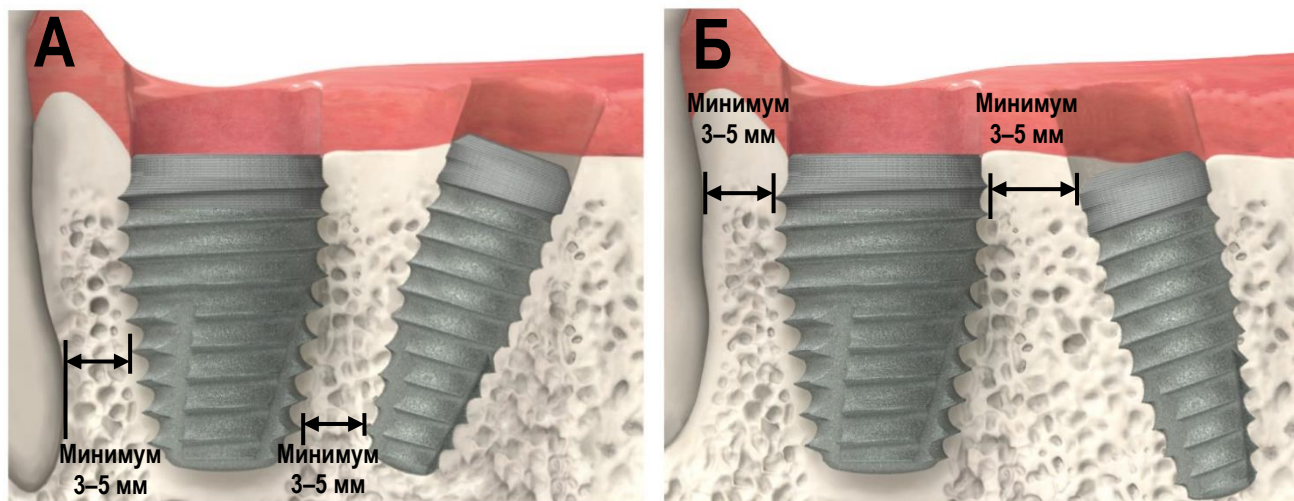

Рис. 1. Особые указания и меры предосторожности (3)
Зубные имплантаты могут сломаться при функциональной нагрузке по ряду причин, включая чрезмерную нагрузку из-за неправильной окклюзии, усталость металла и чрезмерное затягивание имплантата при установке. Определенная доля имплантатов может не достичь остеоинтеграции или не сохранить ее, что будет выражаться в подвижности таких имплантатов. Такие имплантаты необходимо удалить. К потенциальным причинам возникновения трещин на абатменте помимо прочего относятся: отливка под углом свыше 30 градусов; отливка титана при температуре выше 2010 °F (1099 °C); недостаточная поддержка имплантата при соединении с зубами, имеющими периодонтальные повреждения; неактивная посадка верхней части конструкции; чрезмерная нагрузка из-за неправильной окклюзии; неполная посадка скрепленных цементом абатментов и чрезмерный вынос промежуточной части мостовидного протеза. Имплантаты малого диаметра с угловыми или прямыми абатментами предназначены для установки во фронтальном отделе и не предназначены для установки в дистальном отделе ротовой полости из-за риска несостоятельности имплантата. Имплантаты Tapered IM (1) предназначены для установки только в области моляров; (2) должны устанавливаться только по одному имплантату в одну лунку после удаления моляра; (3) должны устанавливаться на расстоянии 3–5 мм до смежных имплантатов или зубов от апикальной части имплантата и на расстоянии 3 мм до смежных имплантатов или зубов от коронковой части (Рис. 1); (4) должны находиться не ближе 1,5 мм от щечной или язычной альвеолярных поверхностей для обеспечения достаточной интеграции; (5) применяются в ситуациях, когда, по мнению хирурга, установка имплантата меньшего диаметра увеличит риск несостоятельности в результате недостаточной стабилизации или приведет к дополнительным хирургическим вмешательствам, сопряженным с осложнениями.